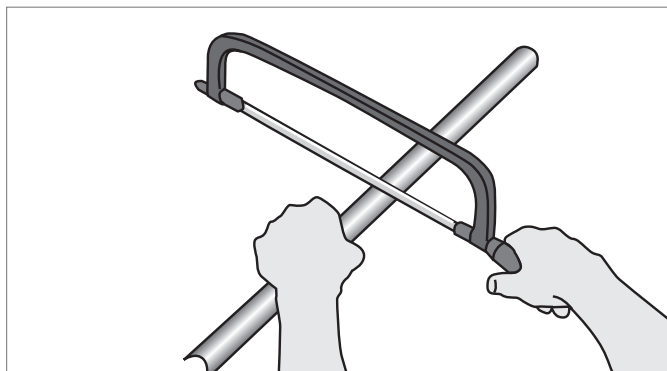

Fig. 13-6 Kapning
1. Kapa montageskenan med metallsåg (se Fig. 13-6). Håll ett säkert avstånd mellan grepphanden och skärverktyget. Såga montageskenor från den rundade baksidan så att de öppna kanterna inte böjs ut.